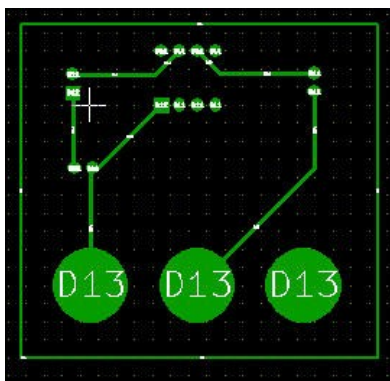

Рисунок 26 Просмотр Gerber-файлов и апертур засветки топологии платы
5. Используйте меню справа, чтобы **выбрать/отменить выбор** отображаемого слоя. Внимательно проверьте каждый слой, прежде чем отправить их на производство (Рисунок 26).